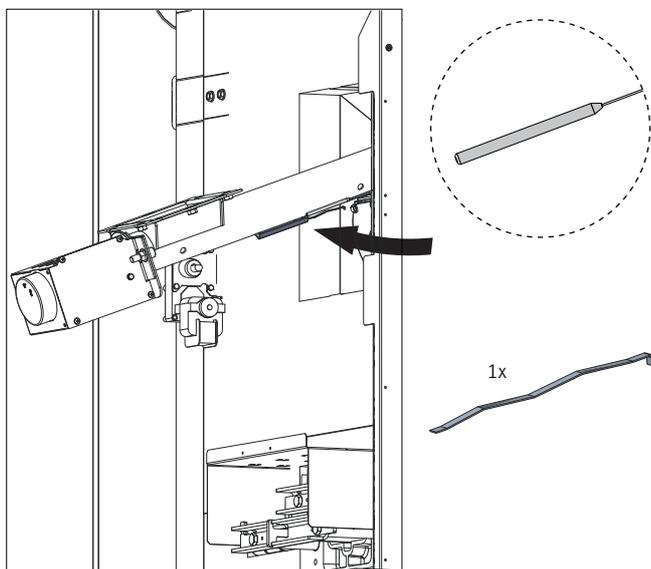

Fig. 35 Introdurre completamente la sonda per il termostato di sicurezza del tubo della coclea
- ▶ Spingere la sonda per il termostato di sicurezza del tubo della coclea nella sede della sonda fino alla battuta – Fig. 35. Se necessario, piegare leggermente l'alloggiamento sonda in modo che la sonda entri. La sonda deve toccare.